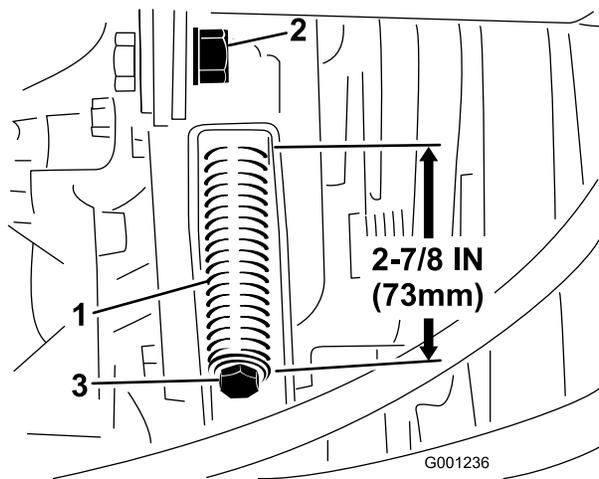

図 65
3. テンションロッドのジャムナットをゆるめる（図 65）。
4. テンションスプリングの調整には1/2 インチ・レンチを使う (図 65)。スプリングの長さが 273 mm になるように調整する。
3. テンション・ロッドのジャムナットをゆるめる (図 65)。
4. 1/2 インチのレンチを使ってテンションスプリングを完全にゆるめる (図 65)。
6. 新しい PTO ベルトを取りつけ、プーリスプリングの長さが 73 mm になるように張りを調整する (図 65)。
7. ジャムナット (図 65) を締め、フードを閉める。